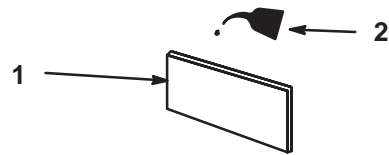

Figure 39
- C. Imbibez l'élément d'huile moteur fraîche (Fig. 39), puis pressez l'élément pour éliminer l'excédent d'huile.